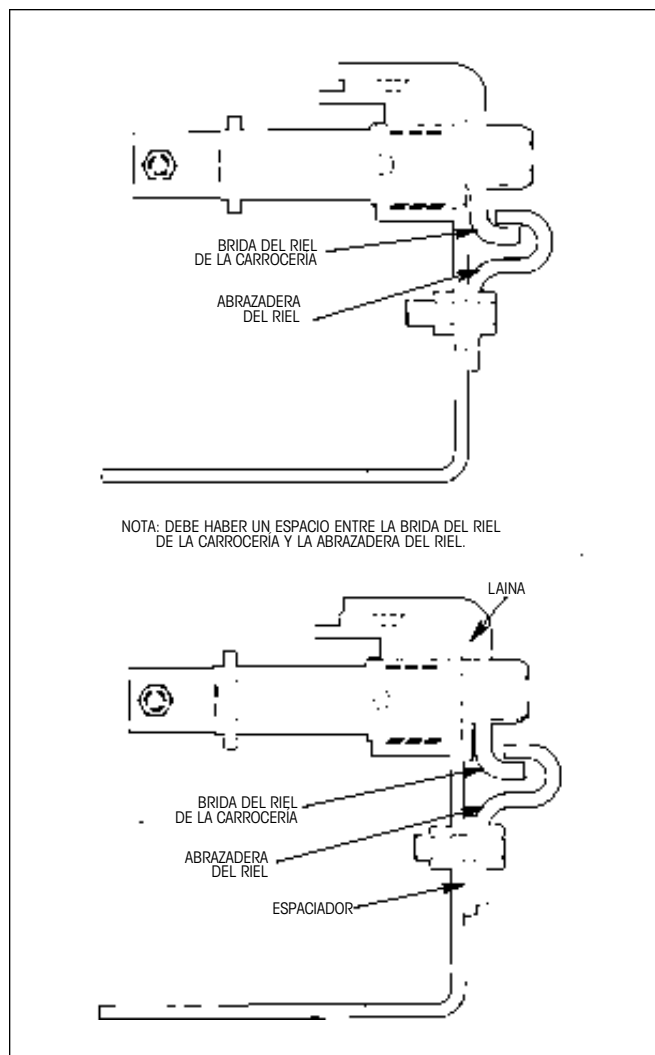

Figura 35. Instalación correcta de la abrazadera del riel
- Coloque las abrazaderas del riel en la pestaña del riel (Figura 35) y apriete todos los tornillos de la abrazadera del riel, según los valores recomendados en la sección APÉNDICE.